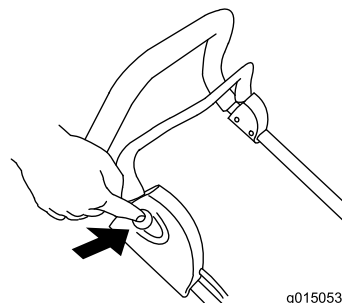

Figure 9
3. Appuyez de façon continue sur le bouton du côté droit du guidon (Figure 9).